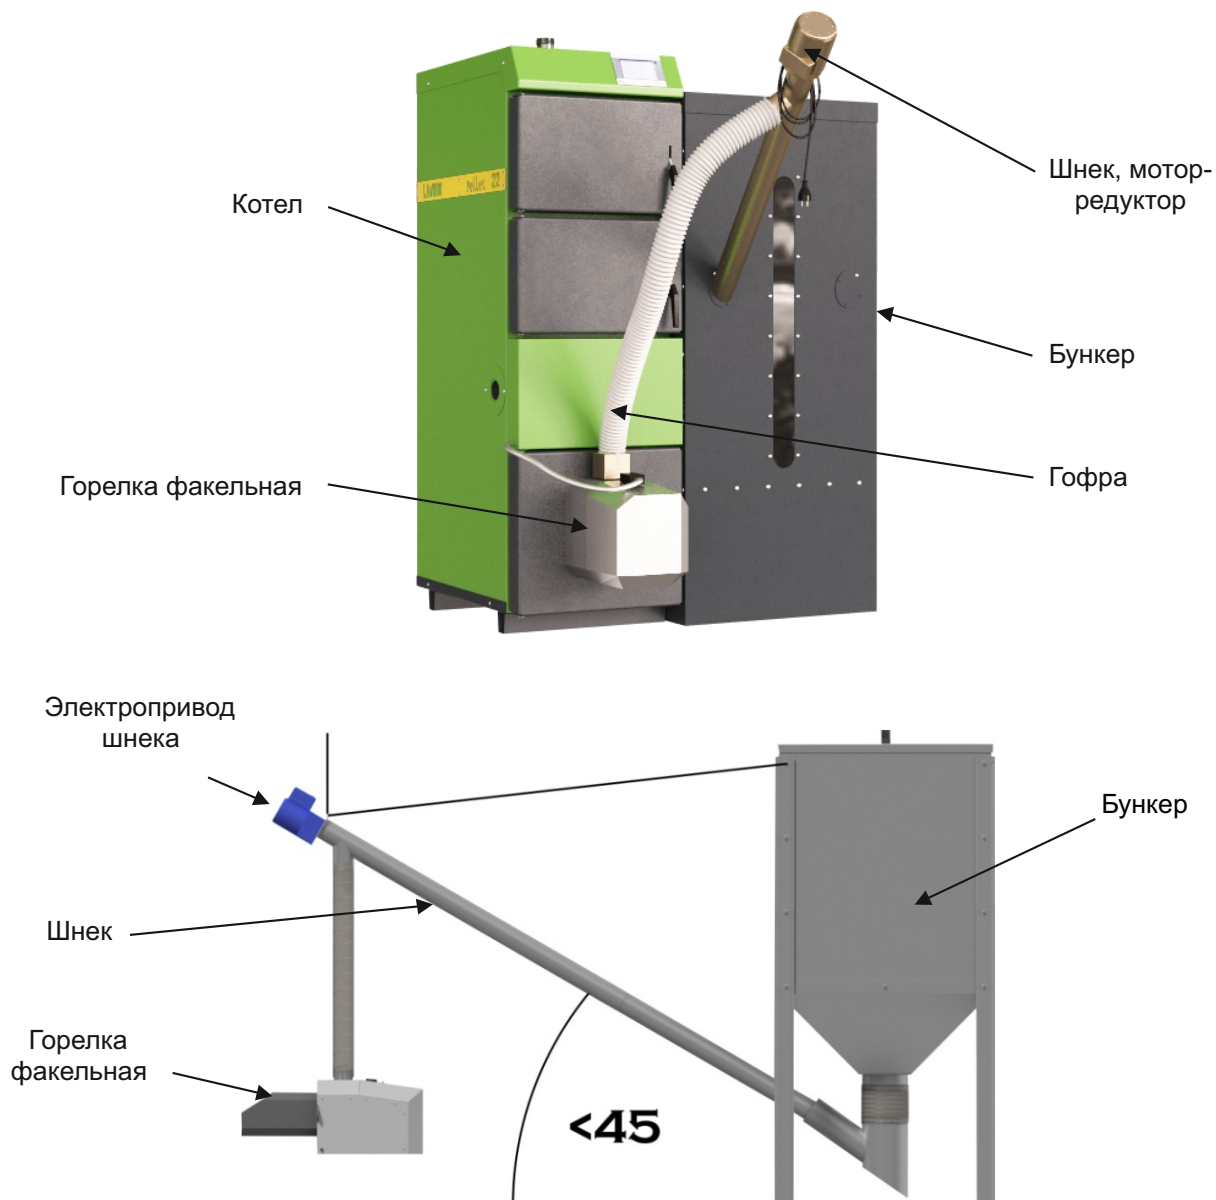

Рисунок 3. Общий вид винтового подающего устройства с Горелкой и бункером
Горелки работают комплексно с оборудованием в составе (см. рис. 3):
- Д) отмерить и отрегулировать длину подающего устройства пеллет, не забывая при этом, что угол между основанием и трубой подающего устройства не должен превышать  $45^\circ$  (см. рис. 3);
- Е) подвесить подающее устройство на цепочке. (см. рис. 3);